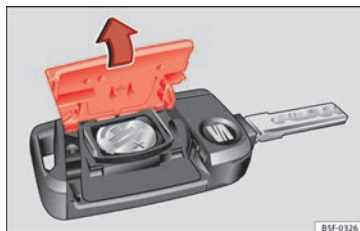

Fig. 133 Clé du véhicule : ouvrez le cache du logement des piles.
- Retirez le couvercle de la partie arrière de la clé du véhicule **» fig. 133** dans le sens de la flèche **» ❶.**
- Placez le couvercle comme indiqué **» fig. 133**, et appuyez-le sur le boîtier de la clé du véhicule dans le sens contraire de la flèche jusqu'à ce qu'il s'encastre.
❶ ATTENTION